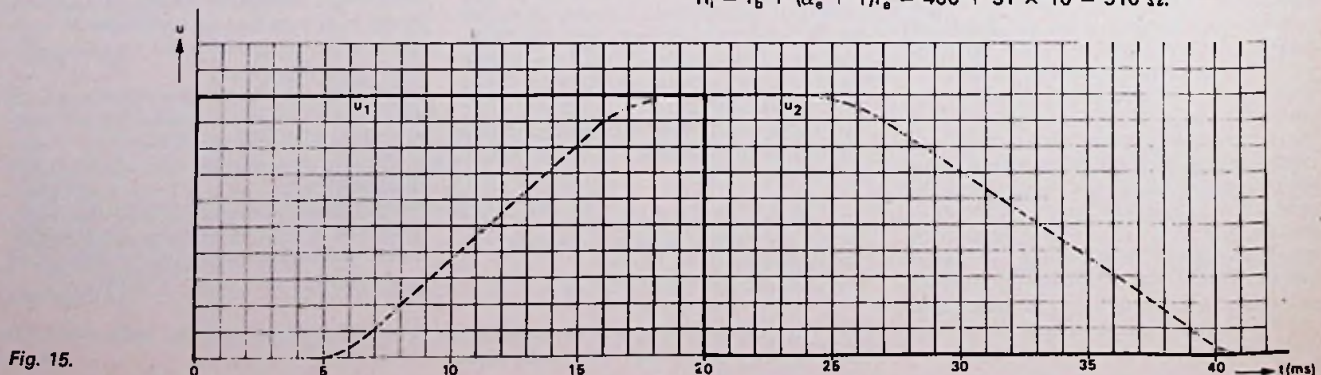

Fig. 15.
4. Van een transistorschakeling is in fig. 15 het ingangssignaal u_1 en het uitgangssignaal u_2 gegeven. Bepaal uit deze figuur de vertragingstijd, de stijgtijd en de afvaltijd van deze schakeling.
De vertragingstijd is gedefinieerd als de tijd tussen de tijdstippen waarop het ingangssignaal en het uitgangssignaal 10% van hun maximale waarde bereiken. Omdat het ingangssignaal hier een stijgtijd nul heeft, geldt dit uiteraard alleen voor het uitgangssignaal. De vertragingstijd is dus 7 ms. De stijgtijd en de afvaltijd van een signaal gelden tussen de tijdstippen waarop het signaal 10% en 90% van zijn maximum waarde bereikt. Uit fig. 15 blijkt, dat in dit geval de stijgtijd is $16 - 7 = 9 \text{ ms}$ en de afvaltijd $39 - 27 = 12 \text{ ms}$.